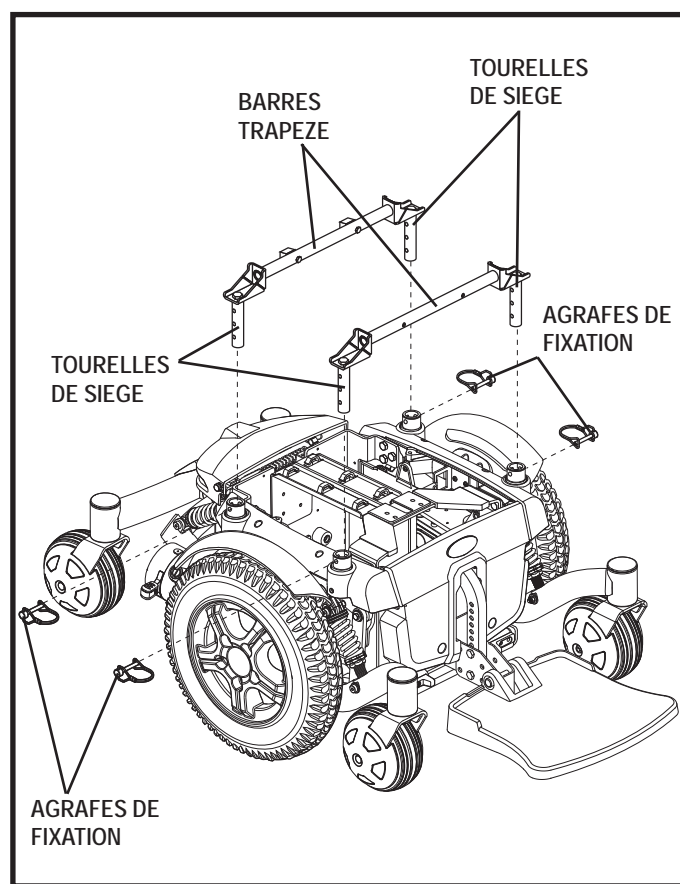

Figure 12. Réglage de la hauteur et de l'angle du siège
8. Desserrez les vis qui retiennent la barre trapèze aux tourelles de siège. **Voir la figure 12.**